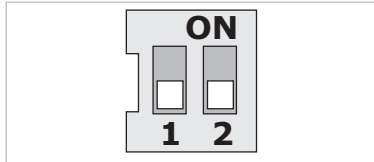

Fig. 22: Interruttori DIP
Gli interruttori DIP (fig. 9, pos. 6/fig. 22) si trovano sotto la copertura del corpo.